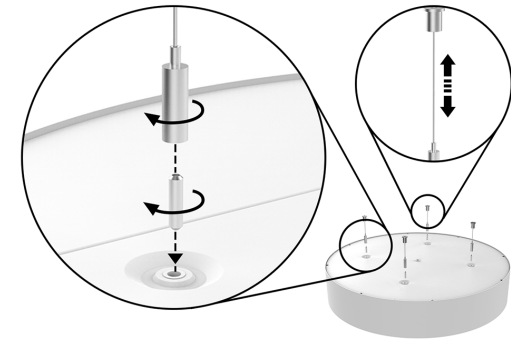

Рисунок 1
2. В резьбовые отверстия светильника установить Винт установочный M5x20 (входит в комплект), см. Рисунок 1;
3. Демонтировать из подвеса винт с четырехгранной головкой. Установить подвес на установочный винт, см. Рисунок 1;